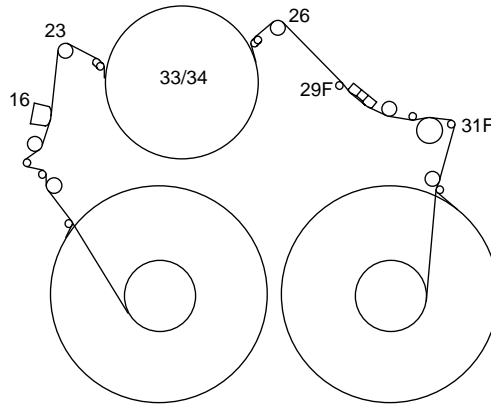

Fig. 22
- Umlenkrolle des linken (Pos. 23, Fig. 22) und rechten (Pos. 26, Fig. 22) Fädelschlittens mit dem Einstellschraubendreher so einstellen, daß die Amplitude der FM-Pakete maximal und geradlinig ist.
- Adjust the reverse roller of the left (Pos. 23, Fig. 22) and right (Pos. 26, Fig. 22) threading roller unit to obtain the maximum amplitude of the FM-packages with straight-lined envelope.
- Mit dem Tentelometer den Bandzug zwischen Hauptlöschkopf (Fig. 22, Pos. 16) und der Umlenkrolle (Fig. 22, Pos. 23) messen (dazu den Hauptlöschkopf nach links drücken).
- Measure the tape tension between the full-track erase head (Fig. 22, Pos. 16) and the reverse roller (Fig. 22, Pos. 23) by means of the tentelometer (for this press the full-track erase head to the left).